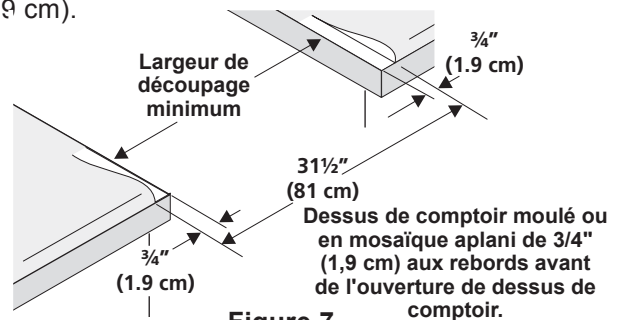

Figure 7
- Les dessus de comptoir au **rebord avant moulé** doivent être aplanis de  $\frac{3}{4}$ " (1,9 cm) à chaque coin avant de l'ouverture (Figure 7).
- Il est possible qu'il soit nécessaire d'araser de  $\frac{3}{4}$ " (1,9 cm) les dessus de **comptoir en mosaïque** à chaque coin avant et/ou d'aplanir le rebord arrondi (Figure 7).